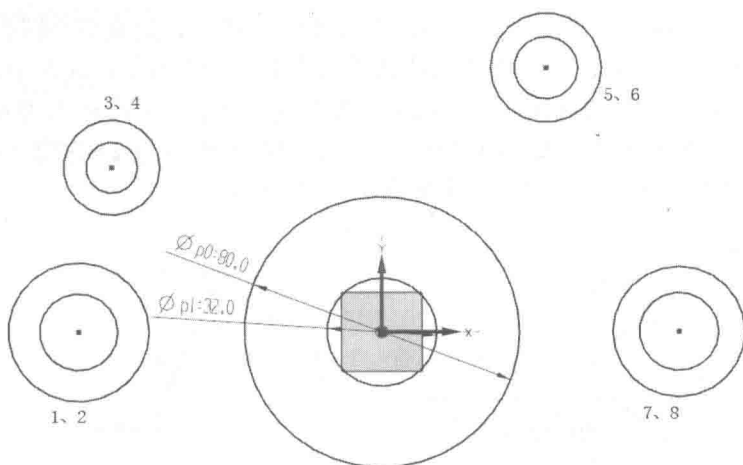

图 1-2-12 绘制 8 个圆
(5) 在【草图工具】工具条中选择 （圆）按钮，在【圆】浮动工具条中选择 （圆心和直径定圆）按钮，按照图 1-2-12 所示绘制 8 个圆，注意圆 1 和 2、圆 3 和 4、圆 5 和 6、圆 7 和 8 均为同心圆，且半径与图样尺寸接近。